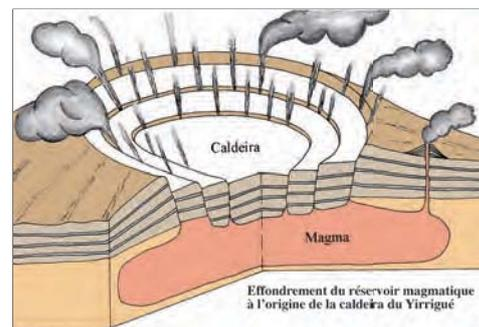

Figure 3
- **Phase 2** : Au Quaternaire ancien (Pléistocène), après la formation du pré-Toussidé, la chambre magmatique s'est rapprochée de la surface, déformant et affaiblissant le sommet du volcan. Ensuite, s'est produite une éruption de pierre ponce et de cendres en suspension dans des gaz torrides. Cette vidange du réservoir magmatique a conduit à l'effondrement du toit de ce réservoir, à la faveur de fractures circulaires. Ainsi s'est formée la vaste caldeira (chaudron en Portugais) du Yirrigué, d'un diamètre de 13 km et d'une profondeur de 2 à 300 m (figure 3).